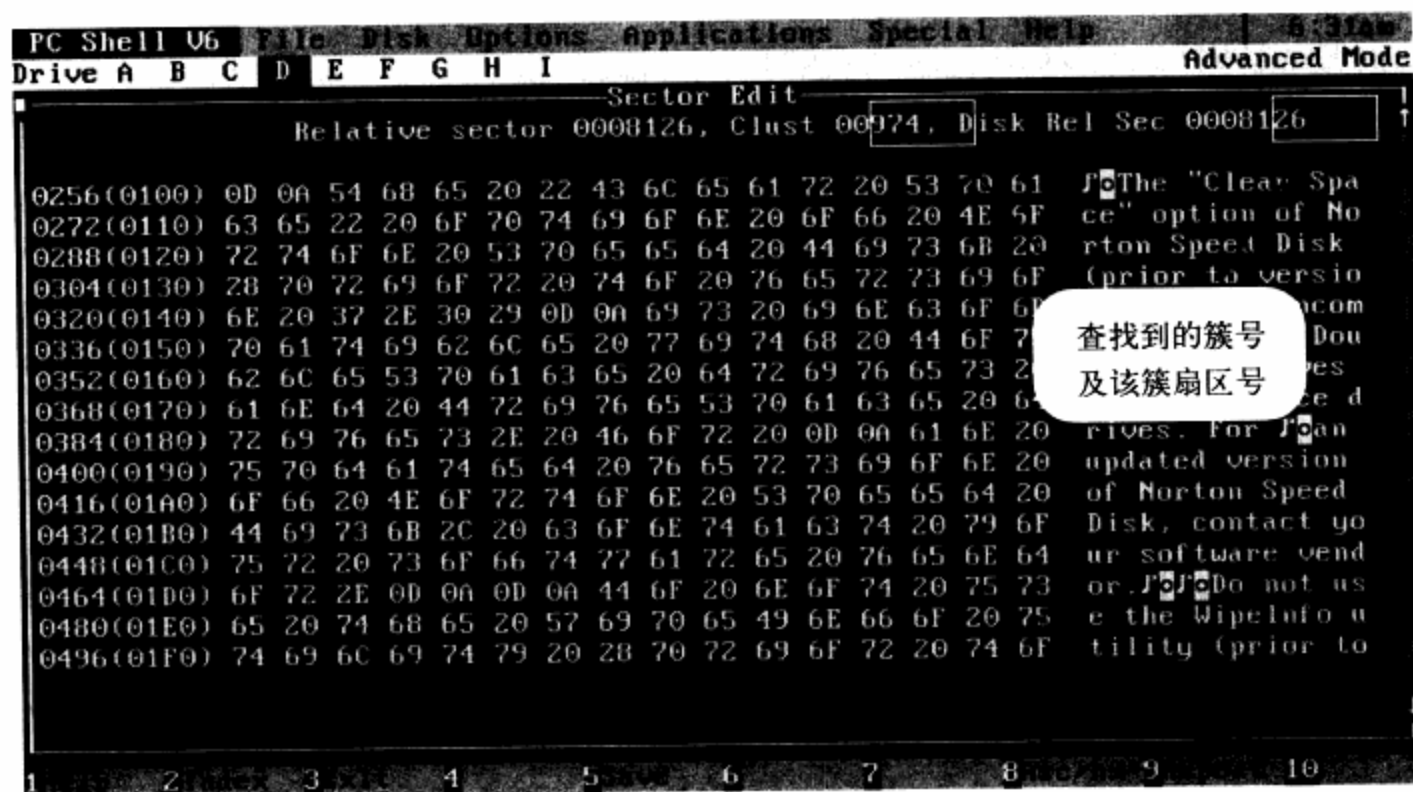

图13-38 进入EDIT状态查看特征字符串所在的扇区
**步骤 04** 此时，按F9键进入Edit状态查看扇区情况。如图13-38所示。